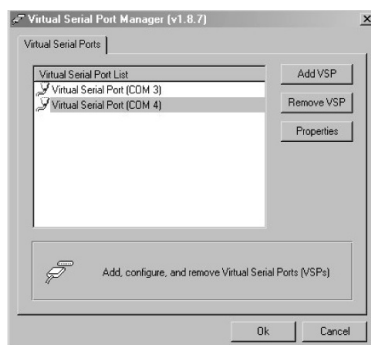

Рис. 10. Окно программы *Virtual Serial Port Manager* с двумя виртуальными последовательными портами (COM3 и COM4)
4. Для каждого локального порта **VS-161H** можно создать свой виртуальный последовательный порт (рис. 10).